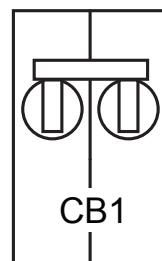

Figura 20. Disyuntor principal (CB1)
1. Ponga el disyuntor principal, CB1 (Figura 20) en el tablero de control a la posición de **ENCENDIDO**.